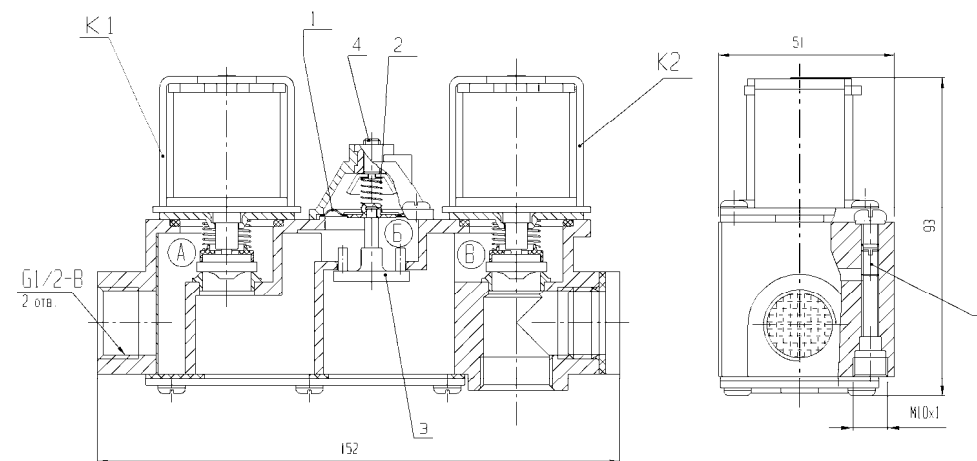
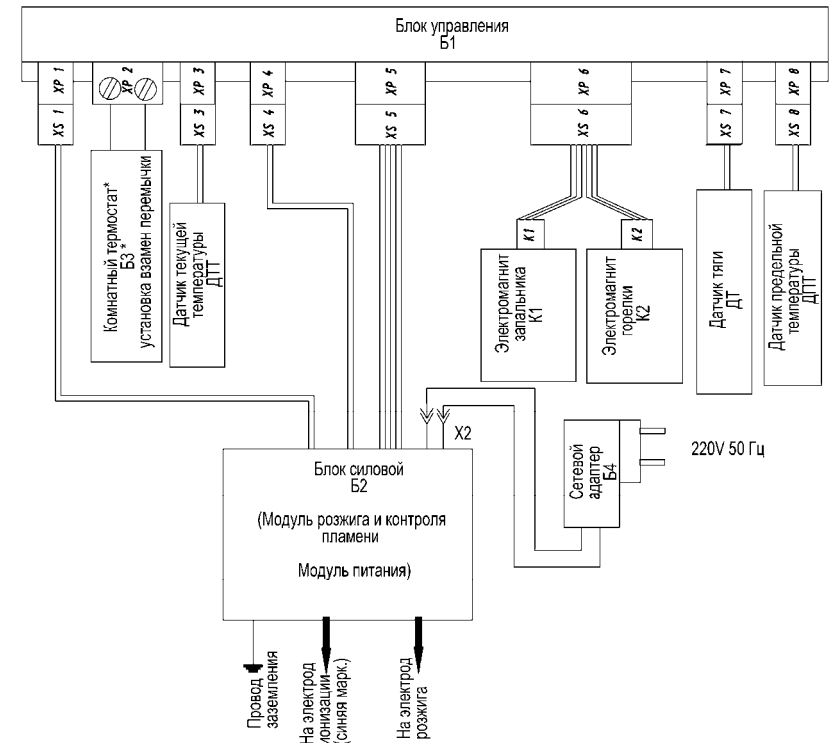

Рис.4 Устройство, габаритные и присоединительные размеры блока клапанов автоматики САБК–Э
Рис. 5 Схема электрическая соединений
Регулятор давления газа работает следующим образом (см. рис. 4):
- Проверьте и, в случае необходимости, замените батарейки питания в силовом блоке Б2 (см. рис.5)
- установить силовой блок (6), блок управления (4) и закрепить на предусмотренные крепёжные элементы котла;
- подсоединить жгуты к разъёмам блока управления (4) по схеме рис.5 согласно маркировке;
- произвести соединения жгутов между блоками и датчиками по схеме рис.5;
Установите элементы резервного питания в силовом блоке 6 (рис.1) с обеспечением полярности. Подсоедините штекер блока питания к силовому блоку (см. рис.5, X2). Вставьте блок питания БПС-3-0,5 в электрическую розетку ~220 В 50 Гц.
Переверните тумблер 2 (см. рис.3) на блоке управления Б1 в положение «ВКЛ.». На панели загорится индикатор «ПИТАНИЕ». Автоматика проведет самодиагностику подключений и начнет подавать импульсы зажигания на электрод розжига для воспламенения газозвушной смеси на запальной горелке. Одновременно подаётся напряжение на электромагнит запальника К1 газового блока (см.рис.4), который откроет клапан и пропустит газ по внутреннему каналу в корпусе к соплу запальной горелки. Газозвушная смесь на запальной горелке должна загореться.
9.3 При появлении пламени и обнаружении его ионизационным электродом, процесс искрообразования прекращается, индикатор «РОЗЖИГ» гаснет, индикатором «ЗАПАЛЬНИК» продолжает гореть. Подаётся напряжение на электромагнит основной горелки К2 блока клапанов (см.рис.4), который откроет клапан и газ поступит в
газогорелочное устройство (ГГУ). Котёл начинает отапливать помещение посредством периодического включения-выключения клапана К2 блока клапанов (см.рис.4), который открывается и пропускает газ в ГГУ для поддержания заданной температуры теплоносителя в котле (или при подключенном комнатном термостате Б3 (см.рис.5) по температуре воздуха в отапливаемом помещении).
Индикатор «ГОРЕЛКА/ОШИБКА» горит постоянно, когда открыт клапан К2 блока клапанов(см.рис.4).
Для того, чтобы температура воздуха в отапливаемом помещении поддерживалась точно, вне зависимости от погодных условий и теплопотерь, можно использовать комнатный термостат Б3. К разъему ХР2 (см.рис. 5) блока управления Б1 может быть подключен замыкающий контакт комнатного термостата Б3 взамен перемычки. Комнатный термостат может быть любой конструкции, как простой так и программируемый с суточными или недельными графиками температур, который формирует выходной сигнал в виде сухого контакта. Требования к размещению термостата указываются в документации на термостат. Если используется комнатный термостат, необходимо установить ручку регулятора температуры (7 см. рис.3) в положение 90 °С.